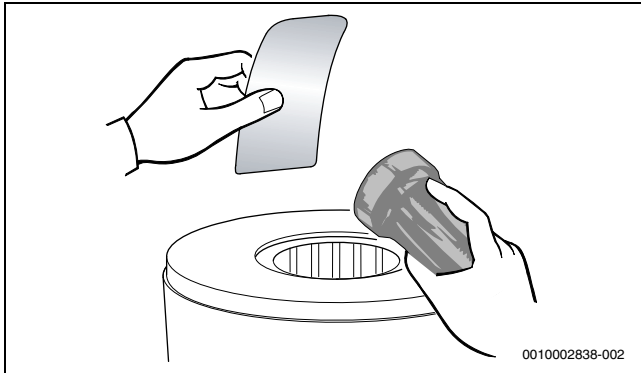

Bild 131 Wärmeblock auf Rückstände prüfen
- ▶ Wärmeblock erneut auf Rückstände prüfen (→ Bild 131).